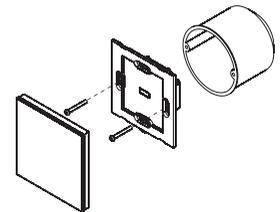

Рис. 5. Установка панели управления в монтажную коробку
3.7. Установите корпус панели в монтажную коробку и закрепите его при помощи двух винтов (рис. 5).